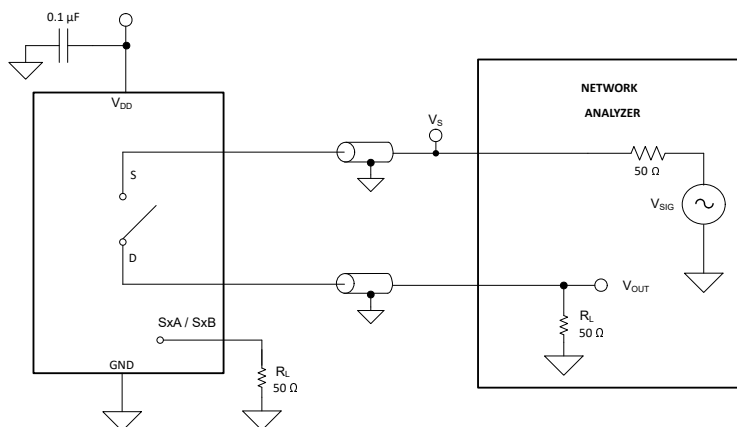

图 14-13. 关断隔离测量设置
关断隔离定义为器件的漏极引脚 (D) 处的信号与关断通道的源极引脚 (Sx) 上施加的信号之比。图 14-13 展示了用于测量关断隔离的设置和用于计算关断隔离的公式。